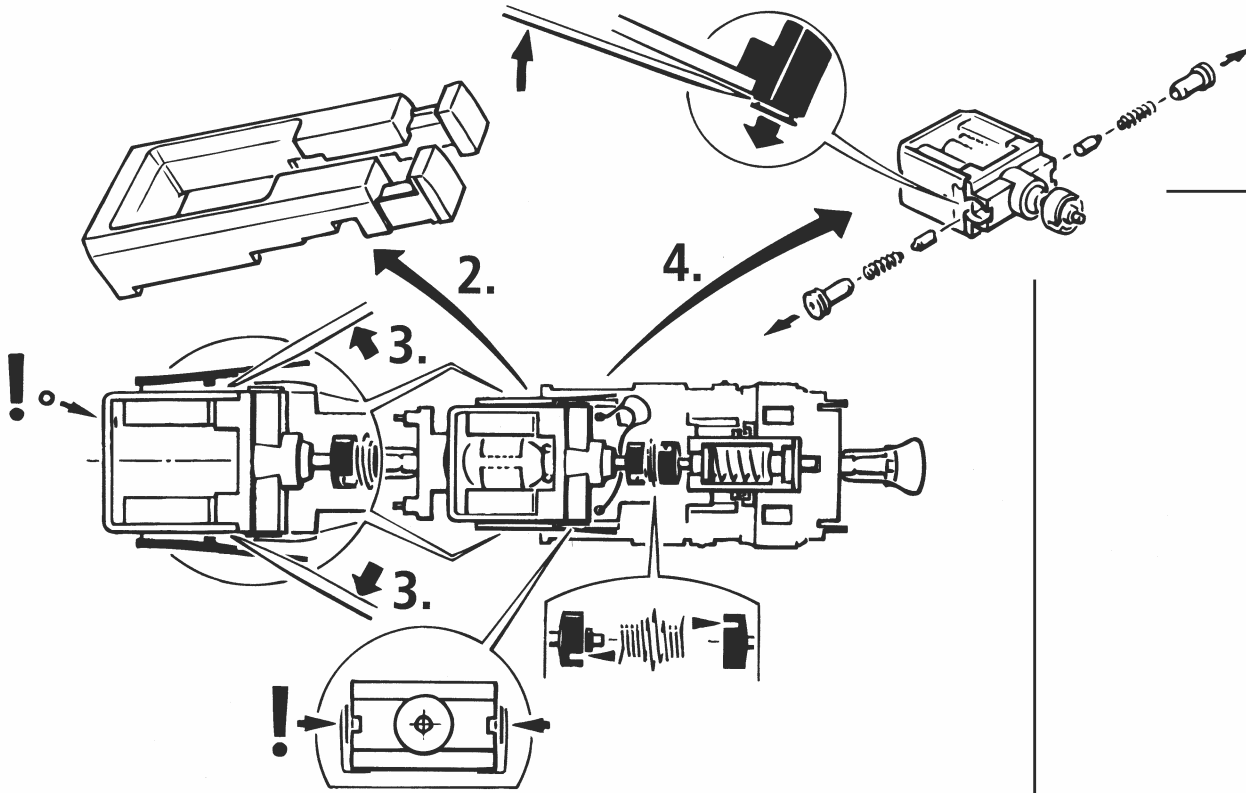

Fig. 6
Um einen optimalen Lauf der Lokomotive zu gewährleisten bitten wir Sie, **vor erstmaliger Inbetriebnahme die Lager der Kuppelstangen zu ölen** (siehe Fig. 6).
2. Schmierung: Versehen Sie die im Schmierplan in Fig. 6 gekennzeichneten Stellen mit nur **kleinen Öltropfen**. Dazu zuerst das Lokgehäuse abnehmen (Fig. 2). Wir empfehlen den **ROCO-Öler** Art. Nr. **10906**. Zur Schmierung der Getriebeteile (Zahnräder, Schnecke) empfehlen wir das **Roco-Spezialfett 10905**. Im Falle der Schmierung diese Teile bitte nicht ölen.
Veillez huiler légèrement les paliers de l'embellissage de votre locomotive avant sa première mise en service sinon il y a risque de mauvaises qualités de marche ou même de dommages au mécanisme moteur de la machine (voir fig. 6).
2. Graissage: N'appliquez **qu'une toute petite goutte** aux endroits indiqués par le plan de graissage (fig. 6) après avoir démonté la caisse de la locomotive (fig. 2). Nous vous recommandons le **graisseur à huile ROCO réf. 10906**. Pour graisser les engrenages (roues dentées, vis sans fin – fig. 5) nous vous conseillons la **graisse spéciale Roco réf. 10905** pour engrenages en matières synthétiques. Lorsque vous utilisez cette graisse il faut éviter d'huiler ces composants.
Before taking into service your model these bearings of the **coupling rods must be oiled** as otherwise there would be the risk of bad running qualities or damage on the locomotive (see fig. 6).
2. Lubrication: Apply **tiny oil drops** to spots marked in fig. 6. Prior to lubrication dismantle locomotive (fig. 2). We recommend using item no. **10906, Roco oiler**. For lubrication the gear-parts (e.g. cog-wheels, worm) we would recommend our Roco **special grease** (item No. **10905**). Attention: Please do not oil these parts when using our grease.
voir } Fig. 6